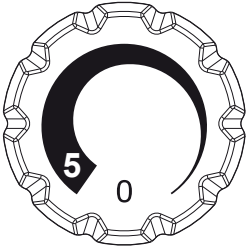

Fig. 9
1) Gire la rueda hasta la posición "0" (Fig. 9).